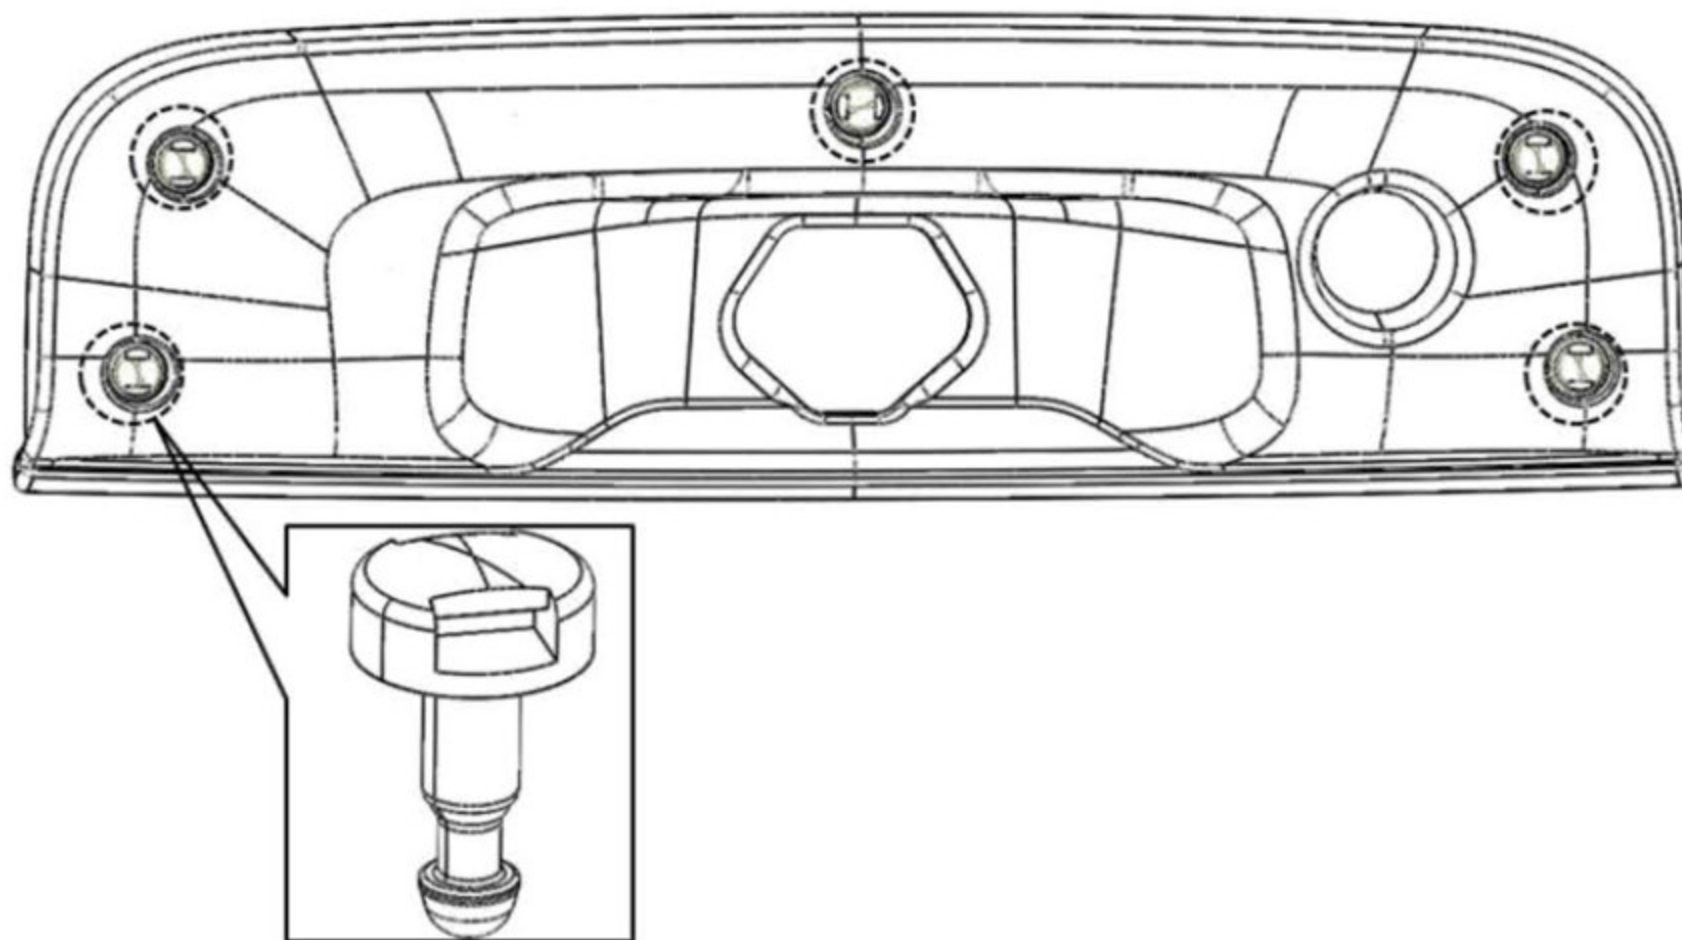

图 1.9.3 后围踏板的拆卸
- (1) 使用缠有保护胶带的一字螺丝刀撬起图 1.9.3 后围踏板的拆卸所示的卡扣，共 5 个，即可取下后围踏板。
- (2) 按照与拆卸相反的顺序进行安装。